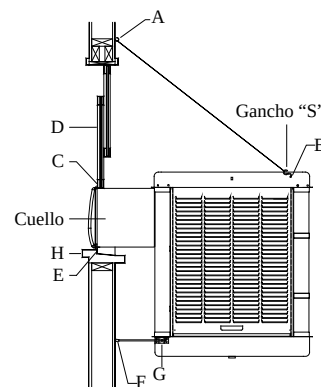

Fig. 2
- **Fije los ganchos en la pared.** Ponga los dos ganchos para la cadena arriba del cuello del enfriador, separados por una distancia equivalente al ancho de la unidad (A-fig. 2). Enganche una cadena en cada gancho y luego enganche un gancho "S" en cada cadena.
- **Coloque el enfriador en la ventana.** Coloque el cuello del enfriador dentro de la ventana para que la parte inferior de la pestaña del cuello se asiente en la repisa de la ventana y la pestaña (E-fig. 2) se ajuste contra el borde de la repisa (H-fig. 2). Con la unidad situado en la ventana, enganche los ganchos "S" en los agujeros encontrado en la esquina trasera superior del enfriador (B-fig. 2).
- **Coloque la ventana detrás de la guarda de retención.** Levante la parte trasera del enfriador para que la ventana (D-fig. 2) pueda bajarse y quedar detrás de la parte superior de la guarda de retención (C-fig. 2).
- **Ajuste las patas.** Saque las patas (F-fig. 2) para que los toques de hule descansen contra el costado de la pared. Apriete el tornillo del collar (G-fig. 2).